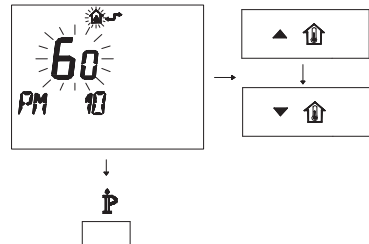

Figura 5.58
- Per modificare il SET programmato agire sui pulsanti ▲ ↑ o ▼ ↓ e aspettare che il numero programmato cominci a lampeggiare (Figura 5.58).